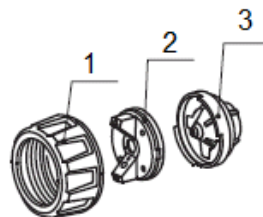

Рис.9
Очистка краскопультa (рис.9).
10. Отвинтите гайку сопла (1), поворотное (2) и неподвижное (3) сопла (Рис.9).